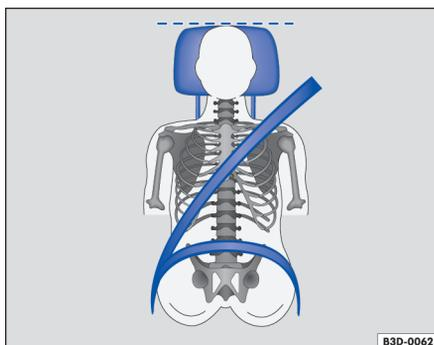

图 57 驾驶员头枕的正确位置
- 调节头枕，使头枕的上沿与您的头顶等高，不可低于眼睛，头部尽可能贴近头枕。⇒图 57。